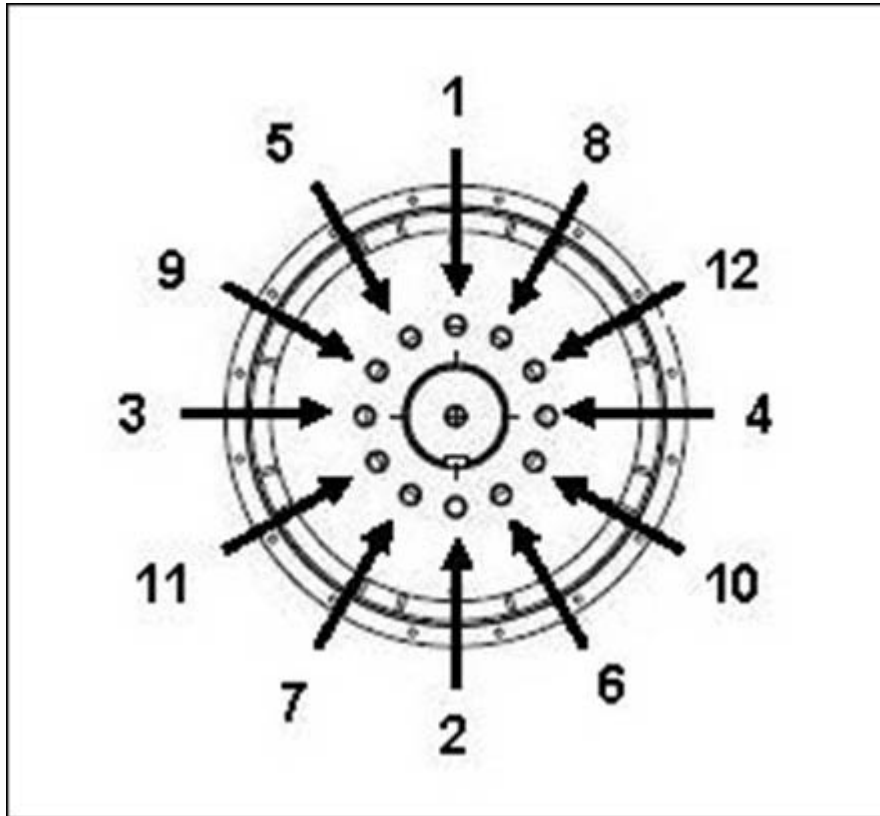

FIGURA 22. SEQUENZA DI FISSAGGIO AL MOZZO
4. Se necessario, serrare i bulloni del disco di accoppiamento nella sequenza indicata in Figura 22 a pagina 44.